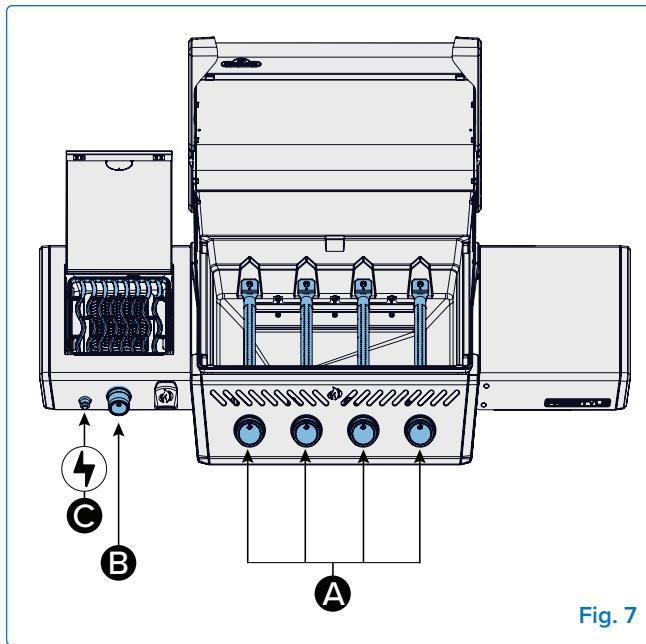
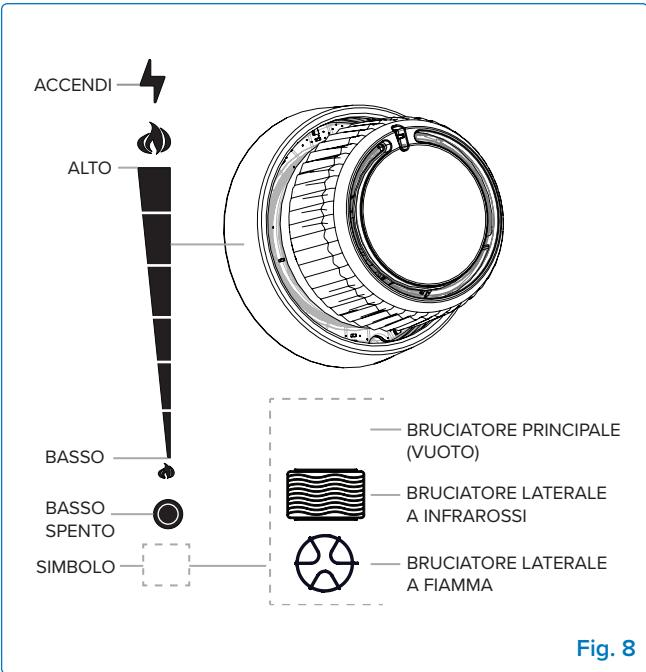

Fig. 7
Fig. 8
1. Aprire il coperchio della griglia (**Fig. 7**).
2. Premere e ruotare lentamente una qualsiasi manopola del bruciatore principale in senso antiorario fino alla posizione ALTA finché la spia non si accende. Continuare a premere la manopola di controllo finché il bruciatore non si accende e poi rilasciare (**Fig. 7-A**, **Fig. 8**).
2. Premere e ruotare lentamente la manopola del bruciatore laterale in senso antiorario fino alla posizione ALTA finché la scintilla non accende il bruciatore. (**Fig. 7-B, Fig. 8**).
2. Premere e ruotare lentamente la manopola del bruciatore laterale in senso antiorario fino alla posizione ALTA (**Fig. 7-B, Fig. 8**).
3. Premere e tenere premuto il pulsante di accensione finché il bruciatore non si accende, oppure accendere con un fiammifero (**Fig. 7-C**).